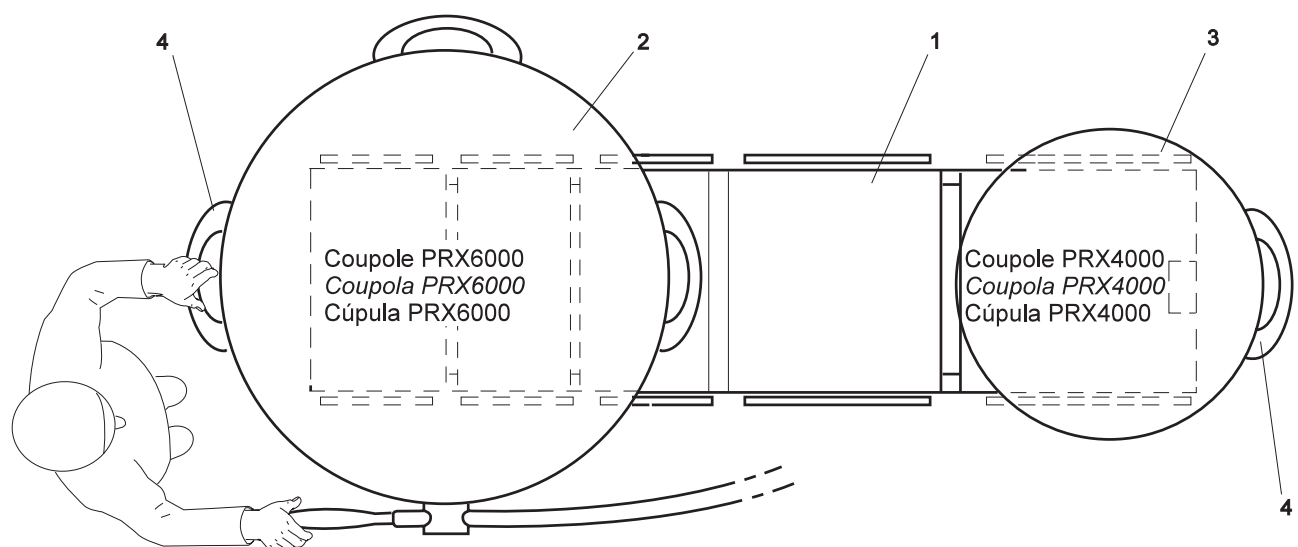

FIG. 10.1 VUE DE DESSUS DE L'ÉCLAIRAGE ET DE LA TABLE D'OPÉRATION
Les coupoles peuvent être manipulées, grâce aux poignées extérieures (4) conçues à cet effet. Les rotations libres de 360° autour de l'axe principal d'accrochage sont là pour faciliter ces macromanipulations (Fig.10.1).
The cupolas can be handled using the peripheral handles (4). Macro handling is facilitated by the lights ability to rotate 360° around the main axis (Fig. 10.1).
Las cúpulas pueden manipularse gracias a las empuñaduras exteriores (4) diseñadas para este efecto. Las rotaciones libres de 360° alrededor del eje principal de enganche están diseñadas para facilitar estas macromanipulaciones (Fig. 10.1).